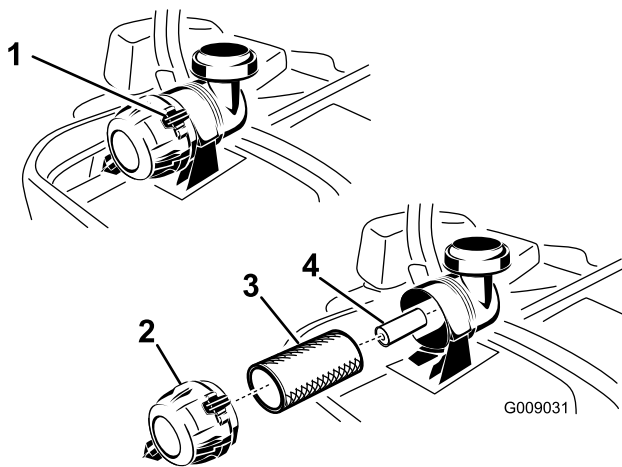

Figura 44
- Presione hacia abajo para abrir los enganches del limpiador de aire y tire de la tapa del limpiador de aire para separarla de la carcasa del limpiador de aire (Figura 44).
- Extraiga con cuidado el filtro primario del cuerpo del limpiador de aire (Figura 44). Evite golpear el filtro contra el lado de la carcasa.
1. No limpie el filtro de papel, cámbielo (Figura 44).
2. Si va a cambiar el filtro secundario, deslícelo cuidadosamente en el cuerpo del filtro (Figura 44).
3. Deslice cuidadosamente el filtro primario por encima del filtro secundario (Figura 44). Asegúrese de que está bien asentado empujando sobre el borde exterior del filtro mientras lo instala.
4. Instale la tapa del limpiador de aire y gírela hasta que los enganches la bloqueen en su sitio (Figura 44).